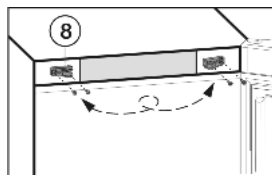

Fig. 7
- ▶ Открутите опорную деталь Fig. 7 (8) и прикрутите её снова с поворотом на 180° на противоположную сторону. При необходимости просверлите отверстие или используйте аккумуляторную отвертку.